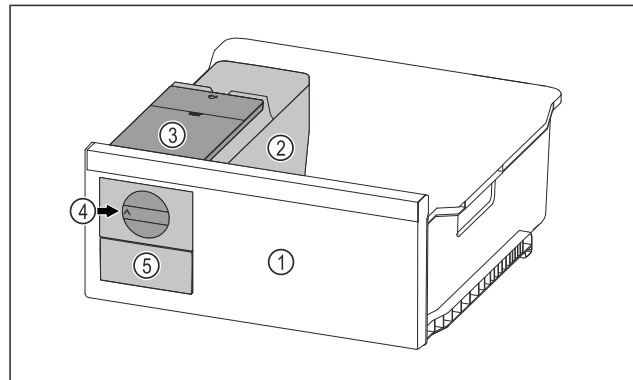

Fig. 97 Représentation à titre d'exemple
- Tourner le bouton rotatif Fig. 97 (4) dans le sens horaire jusqu'à la butée.
► Les glaçons tombent du bac à glaçons dans le tiroir à glaçons Fig. 97 (5).